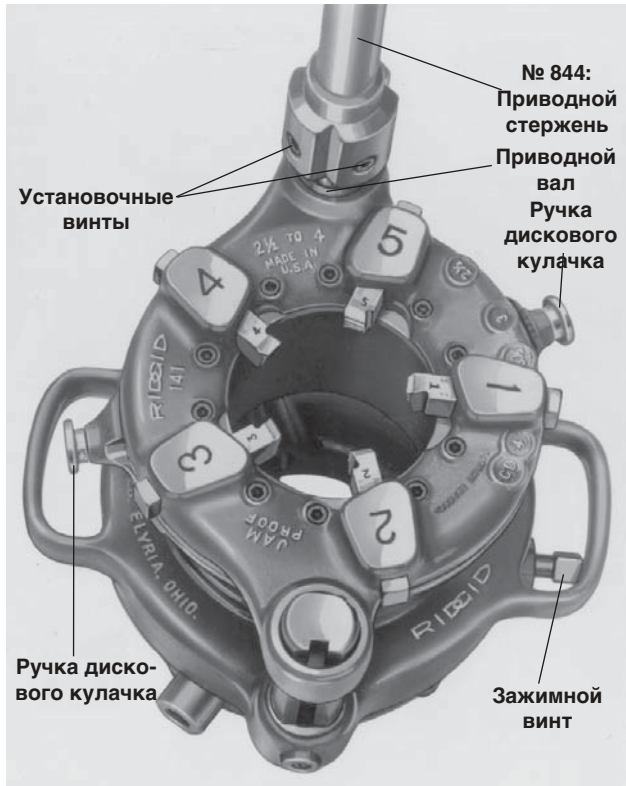

Рисунок 7 – Головка № 141 с зубчатой передачей (то же в случае с головкой № 161)
- Потяните ручки (рисунок 7) дискового кулачка и вращайте дисковый кулачок до нужной отметки размера трубы наверху резьбонарезной головки. Отпустите ручки, когда установочные штифты попадают в отверстие на диске для выбора.